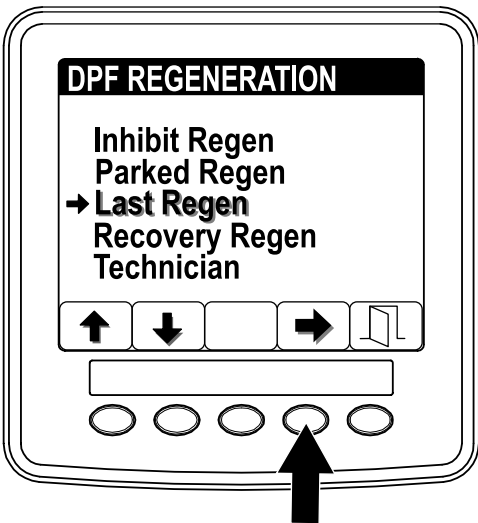

图5
- 访问 DPF Regeneration (DPF 再生) 菜单，按 1 号或 2 号按钮滚动至 LAST REGEN (上次再生) 选项 (图5)。
- 按 4 号按钮选择 Last Regen (上次再生) 条目 (图5)。